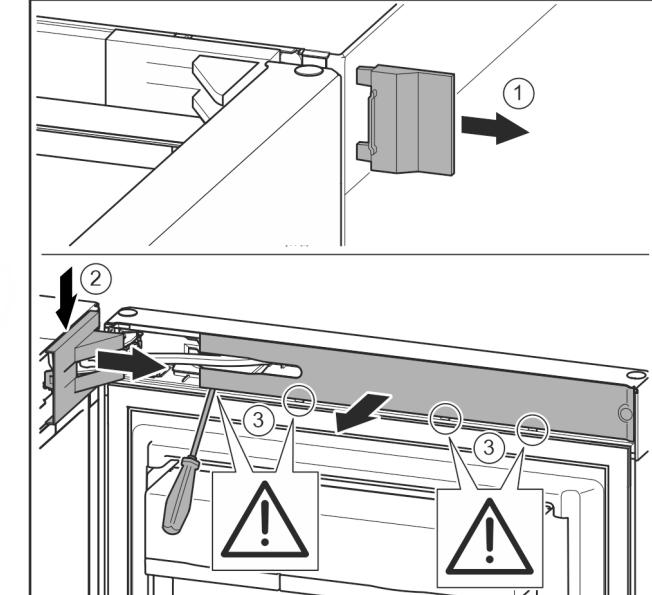

Fig. 5
- Snemite zunanj pokrov. Fig. 5 (1)
- Snemite in odstranite pokrov ležajnega podstavka. Snemite pokrov ležajnega podstavka. Fig. 5 (2)
- S ploščatim izvijačem staknite zaslonko in jo obrnite k strani. Fig. 5 (3)